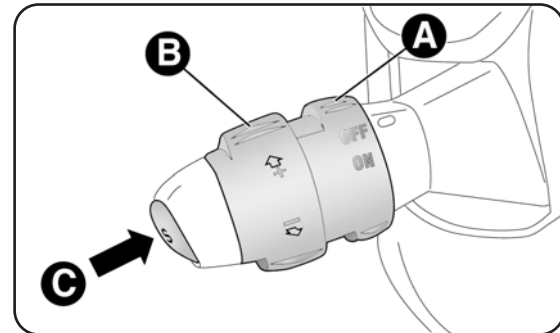

fig. 31
Tourner la bague A-fig. 31 en position ON.
- tourner la bague A-fig. 31 sur ON et appuyer sur la pédale de l'accélérateur jusqu'à atteindre la vitesse souhaitée ;
- appuyer sur le bouton C-fig. 31.
- en tournant momentanément la bague B-fig. 31 vers le haut (+).
- en maintenant la bague B-fig. 31 tournée vers le bas (–) jusqu'à atteindre la nouvelle vitesse qui restera automatiquement mémorisée.
Tourner la bague A-fig. 31 sur OFF ou la clé de contact en position STOP. Par ailleurs, le dispositif est automatiquement désactivé dans l'un des cas suivants :
*En cas de dysfonctionnement ou d'anomalie du dispositif, tourner la bague A-fig. 31 sur OFF et s'adresser au Réseau Après-vente Lancia après avoir vérifié le bon état du fusible de protection.*